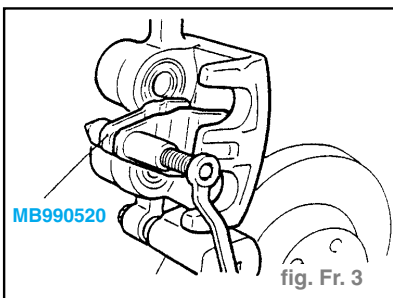

fig. Fr. 3
- Nettoyer et l'introduire dans le cylindre avec l'outil spécial (fig. Fr. 3).